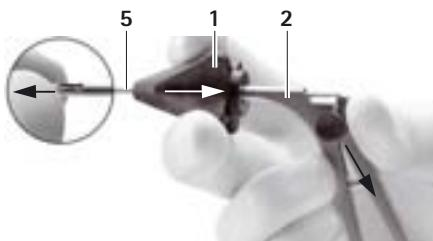

Fig. 2
- Separar el vástago 5 y el mango 2, ver Fig. 2: